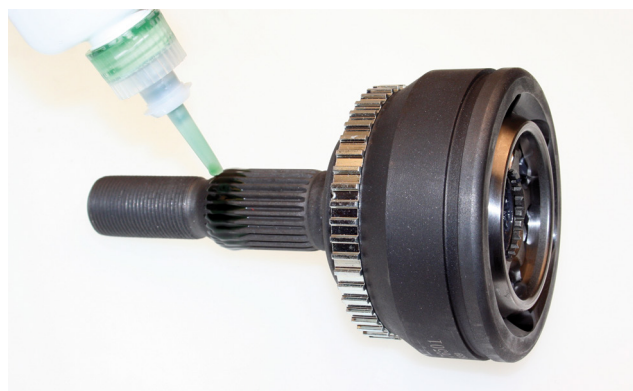

Bild 1
- Efter att drivknuten demonteras måste nytt lim påföras enl. Bild 1 på splines innan drivknuten monteras i hjulnavet. Detta förhindrar att vibrationer uppstår.
- Lägg en 3-4 mm bred limsträng enl. bild 1. Lim: Volvo art. nr 1161370, Loctite 638, art. nr 63838.